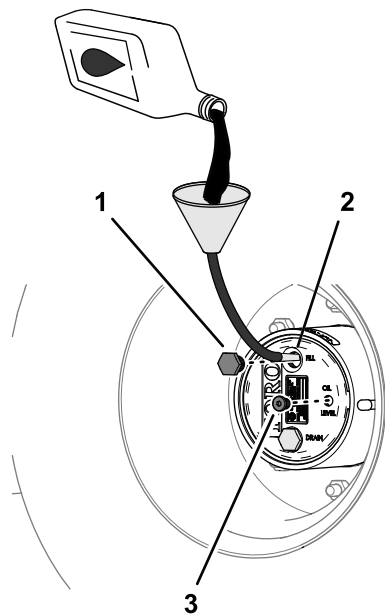

图 98
4. 如果润滑油油位较低应取出加油塞添加指定润滑油直至油开始从检查塞孔中流出图 98 请参阅 行星齿轮传动润滑油规格 (页码 56)。
6. 安装加油塞和检查塞图 98。
1. 通过加油塞孔缓慢添加指定齿轮润滑油请参阅 检查行星齿轮传动润滑油 \(页码 56\)中的图 98。
3. 安装加油塞和检查塞请参阅 检查行星齿轮传动润滑油 \(页码 56\)中的图 98。